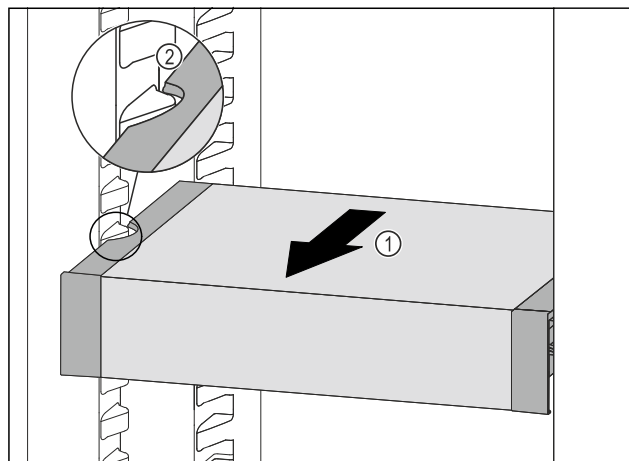

Fig. 199
- Táhněte VarioSafe dopředu Fig. 199 (1), dokud nebudou boční vybrání VarioSafe na úrovni žebrování na nádoby v chladničce. Fig. 199 (2)